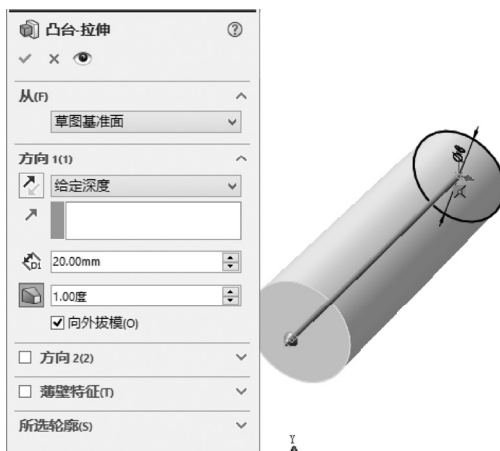

图 7-13 设置拉伸参数
**04** 拉伸圆。单击“特征”控制面板中的“拉伸凸台/基体”按钮，或选择菜单栏中的“插入”→“凸台/基体”→“拉伸”命令，弹出“凸台-拉伸”属性管理器；在“方向 1”面板中设定拉伸终止条件为“给定深度”，在“深度”文本框中设置拉伸深度为 20.00mm；单击“拔模开/关”按钮，在“拔模角度”文本框中输入“1”，勾选“向外拔模”复选框，其他选项保持系统默认设置，如图 7-13 所示。